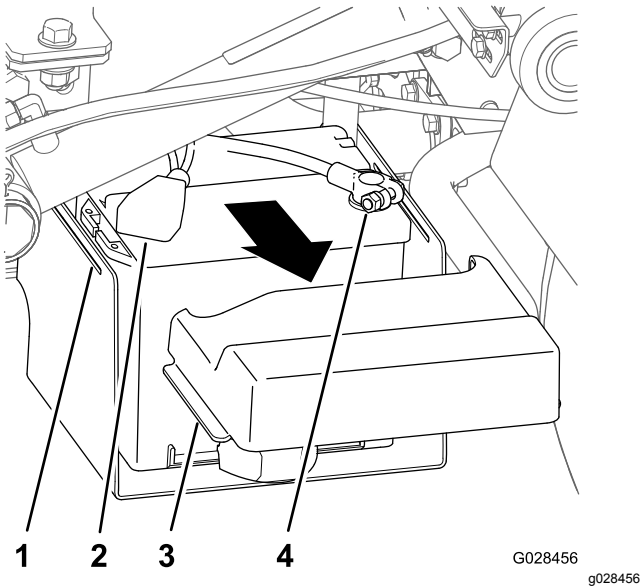

Bild 22
1. Drücken Sie die Seiten der Batterieabdeckung zusammen, um die Nasen aus dem Batterieunterteil zu lösen, und nehmen Sie die Batterieabdeckung vom Batterieunterteil ab (Bild 22).
2. Schieben Sie die Abdeckung zurück und ziehen den Minuspol der Batterie von der Batterie ab (Bild 22).
3. Ziehen Sie den Pluspol der Batterie von der Batterie ab (Bild 22).